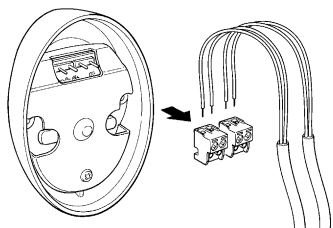

Figura 43
**7** Conecte los cables eléctricos a los bornes OPEN y STOP tal como muestra la figura 43. No es necesario respetar la polaridad. Para facilitar las operaciones es posible quitar los bornes, realizar las conexiones y luego colocarlos nuevamente.